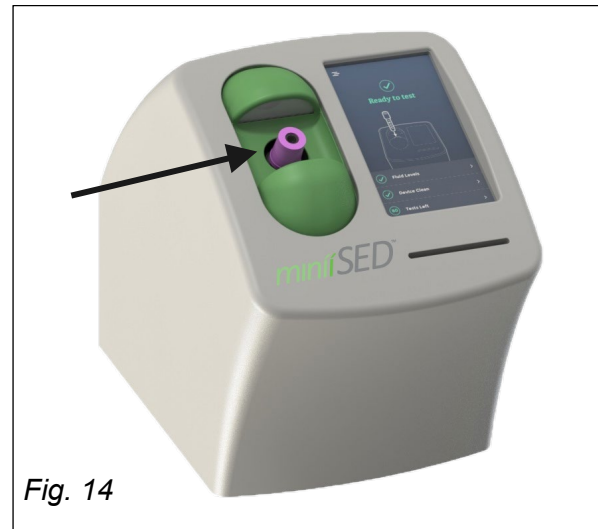

Fig. 14
4.2.1. Insira o tubo primário fechado com o código de barras para baixo, na porta de carregamento do analisador, conforme indicado (fig. 14)